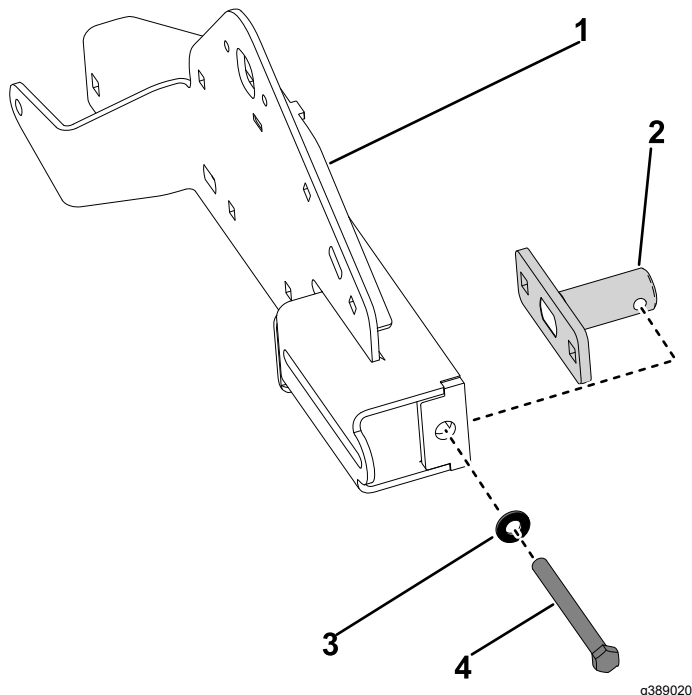

Рисунок 27
1. Установите натяжитель на новый узел опоры гусеницы, закрепите, не затягивая, при помощи сохраненной шайбы ($\frac{3}{8}$ дюйма) и винта ($\frac{3}{8}$ x 4 дюйма) (Рисунок 27).